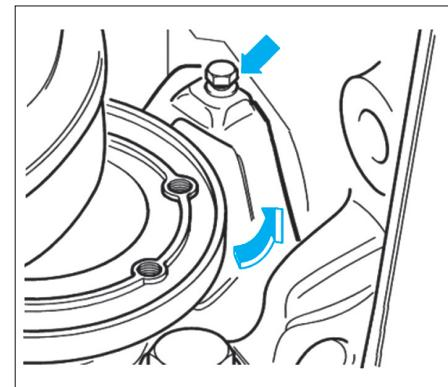

Fig. 3
- le cas échéant, la petite tôle de recouvrement du volant-moteur derrière la bride droite (Fig.3),